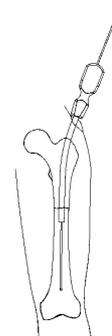

図3
- 3) 転子下骨折や骨幹部骨折などで近位骨片が内反位に引っ張られる場合、リダクションロッドを用いることにより整復位の維持を補助し、ロングガイドワイヤーの導入を容易にします。(図3)